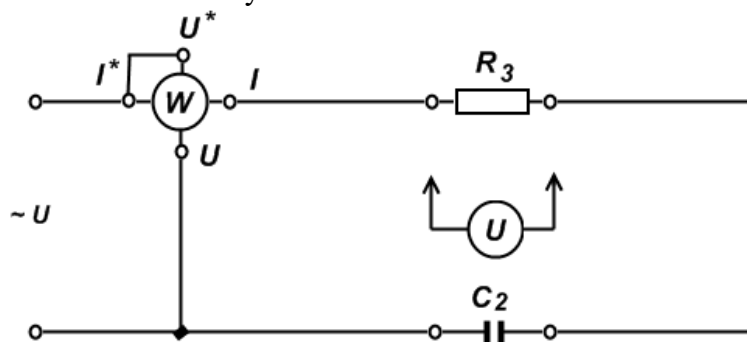

Рис. 1.Схема для исследования последовательной цепи переменного тока, содержащей резистор и конденсатор.
2. Собрать электрическую схему (рис.1) и представить на проверку преподавателю. ЛАТР вывести в нулевое положение.